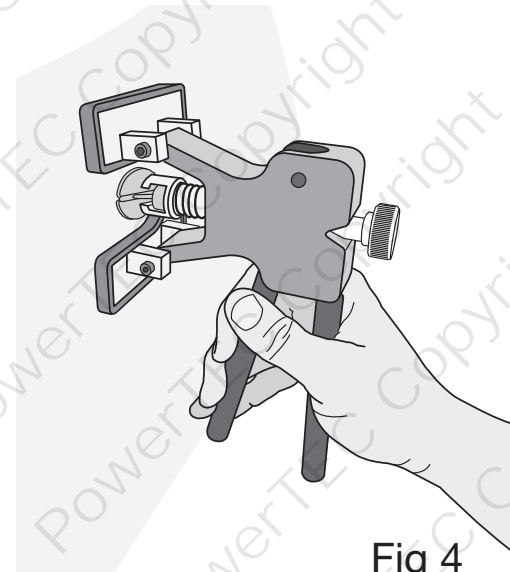

Fig 4
7. Com um movimento firme, pressionar as duas pegas do extrator uma contra a outra (consultar a Fig. 4).